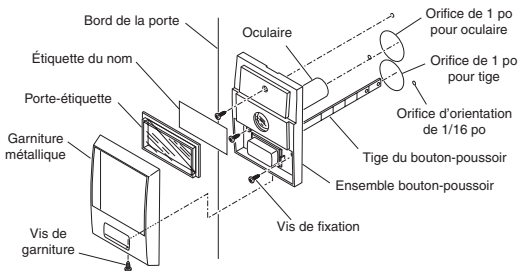

Figure 1 = Mise en place du bouton-poussoir sur la porte
2. Au moyen du gabarit fourni, marquez l'emplacement des orifices d'installation en parallèle avec le bord de la porte (consultez la Figure 1). *Note* : Il est essentiel que les orifices soient parallèles au bord de la porte pour assurer le bon fonctionnement du carillon.
Consultez la Figure 1 pour la mise en place du bouton-poussoir. *Note* : Si le bouton-poussoir est installé à un endroit exposé aux intempéries, appliquez un produit de calfeutrage autour des orifices de 1 po avant de fixer le bouton-poussoir à la porte.
1. Retirez la vis de la garniture métallique, la garniture métallique, le porte-étiquette et l'étiquette du nom de l'ensemble bouton-poussoir pour trouver les orifices d'installation (consultez la Figure 1).
2. Insérez l'oculaire et la tige du bouton-poussoir dans les orifices précédemment percés jusqu'à ce que le bouton-poussoir soit à égalité de la porte. Fixez l'ensemble au moyen des trois vis fournies (consultez la Figure 1).
4. Remplacez la garniture métallique sur l'ensemble bouton-poussoir/porte-étiquette, puis fixez-la en place au moyen de la vis (consultez la Figure 1).